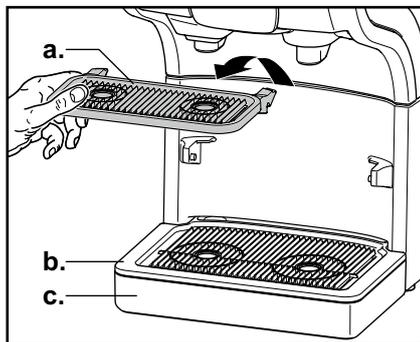

Fig. 49
2. Retire o porta-xícara (a.), a grelha para gotas (b.) e a bandeja coletora de gotas (c.). (Fig. 49)